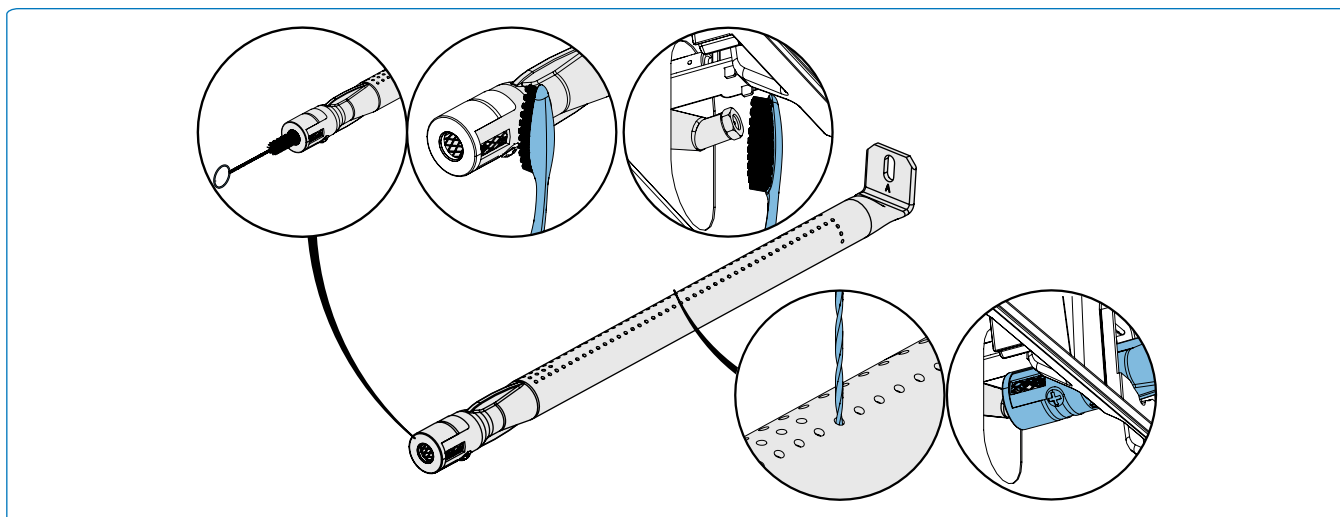

Fig. 15
1. Verwijder de schroef (of schroeven) die de brander aan de achterwand van de BBQ bevestigt. Schuif de brander naar achteren en omhoog om deze te verwijderen (**Fig. 15**).